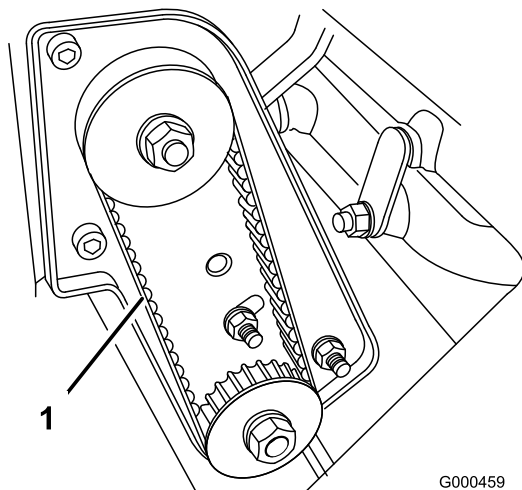

Figura 35
2. Verificate la tensione premendo sulla cinghia (Figura 35) al centro tra le pulegge, applicando una forza di $2 \pm 0,5$ kg. La cinghia deve flettersi